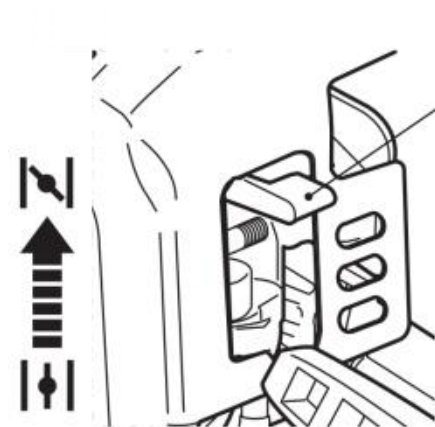

Fig. 29
1. Spostare lo starter (A12) verso l'alto in posizione CHIUSA.  per chiudere lo starter (Fig. 29). Spostare lo starter in posizione CHIUSO per l'avviamento a freddo.